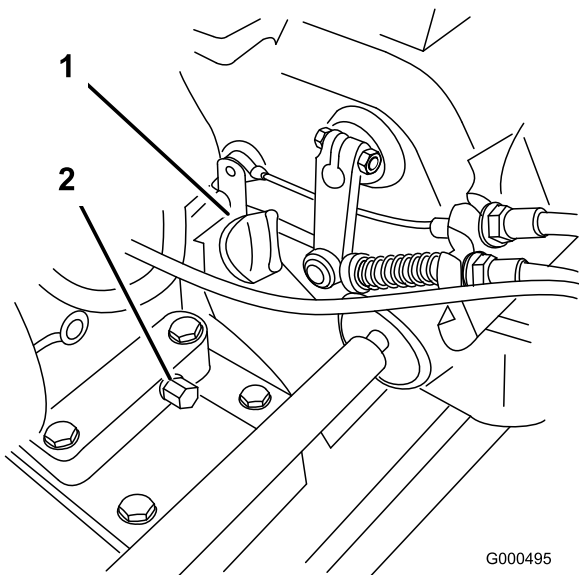

Figure 29
2. Positionnez la machine de sorte que le moteur soit de niveau et nettoyez la surface autour de la jauge d'huile (Figure 29).
3. Dévissez la jauge de niveau d'huile et retirez-la (Figure 29).
2. Placez un bac de vidange sous le bouchon de vidange à l'arrière de la machine (Figure 29). Desserrez le bouchon de vidange.